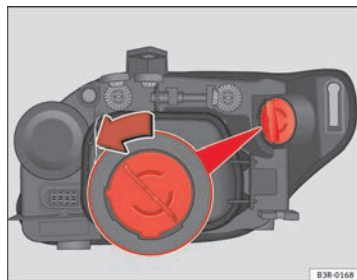

Fig. 205 Ampoule du clignotant
- Tournez le porte-ampoule dans le sens inverse des aiguilles d'une montre en le saisissant par la poignée ➔ fig. 205. Retirez le support et l'ampoule.